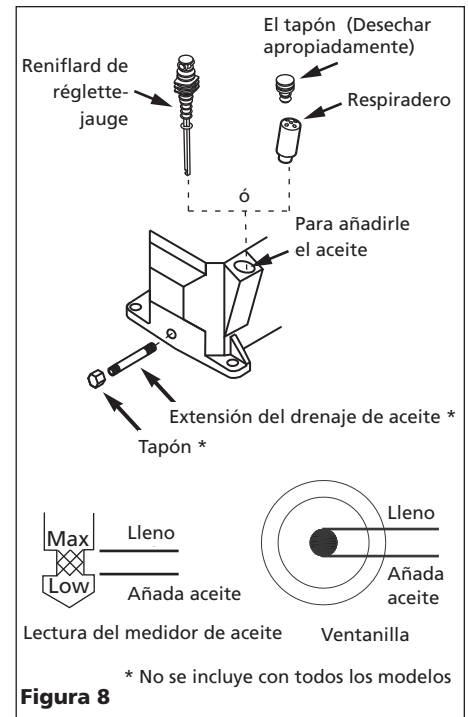

Figura 8
Cerciérese de haberle instalado la extensión para drenar el aceite y la tapa (si se incluyen), sáquele la varilla al respiradero (Vea la Figura 8) y llénelo de aceite según se le indica en la tabla.
- d. Vuelva a colocar el tapón de drenaje, llene la bomba al nivel de lleno (vea las figura 8 y 9). Use el aceite de motor sintético Mobil 1 10W-30.